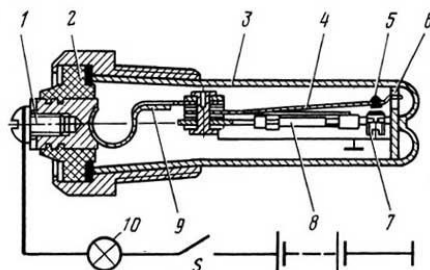

Рис. 1. Датчик сигнализатора температуры
6. РАБОТА ДАТЧИКА (РИС. 1)
7. ЦЕПЬ ПИТАНИЯ КОНТРОЛЬНОЙ ЛАМПЫ ДАТЧИКА (РИС. 1)